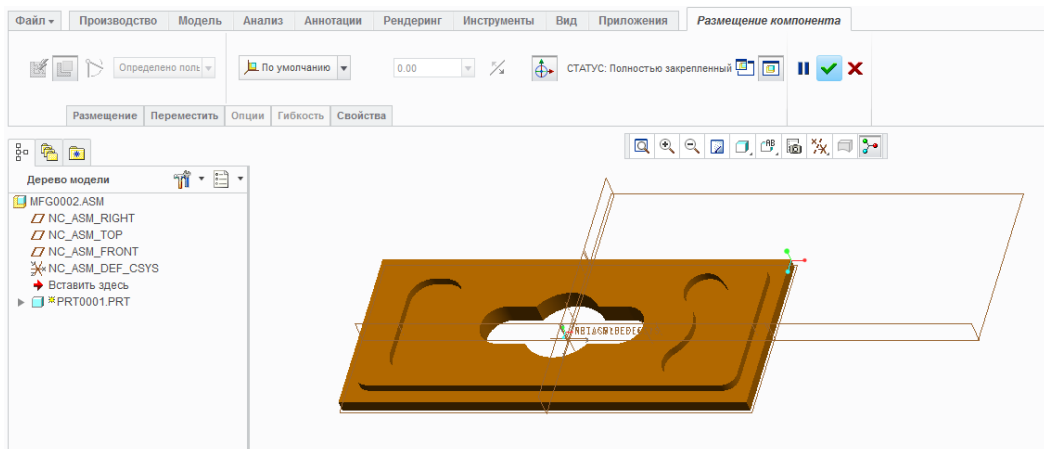

Рисунок 4 – Параметры операции «Ссылочная модель»
4. При выборе привязки компонента поменяйте режим «Автоматически» на режим «По умолчанию», для сохранения изменений нажмите галочку (рис. 4).